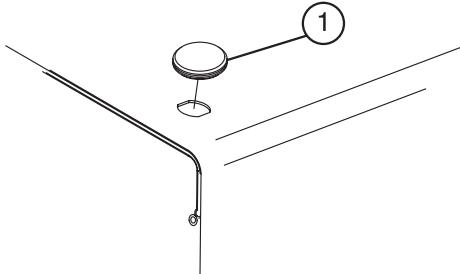

図2
1. フードの左前上部についているプラグを取り除きます(図2)。